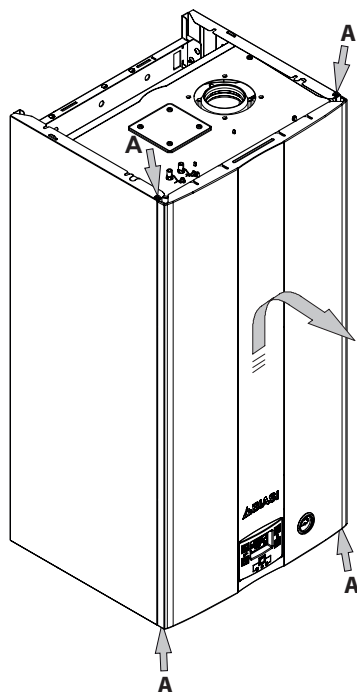

Figura 9.1
- Togliere le viti A. Rimuovere il pannello frontale tirandolo a sé Figura 9.1.